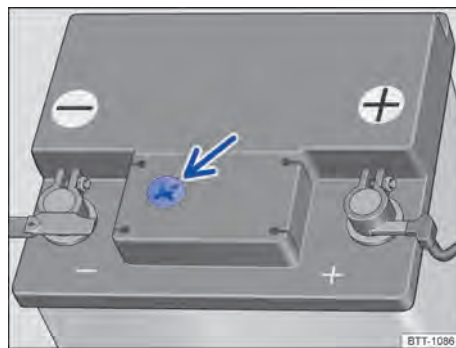

Fig. 181 Representação esquemática: visor no lado superior da bateria do veículo 12 V.
- Providenciar iluminação suficiente para poder identificar o indicador colorido no visor redondo no lado superior da bateria do veículo ⇒ Fig. 181 (seta). Jamais utilizar chamas expostas ou objetos incandescentes como iluminação.